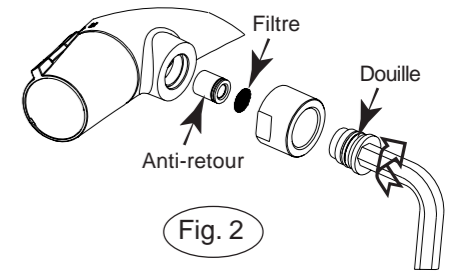

Fig. 2
- à l'aide d'une clé hexagonale de 12, dévisser la douille contenant le filtre et le clapet anti-retour dans le sens des aiguilles d'une montre, puis les pousser avec la clé pour les extraire (fig. 2).